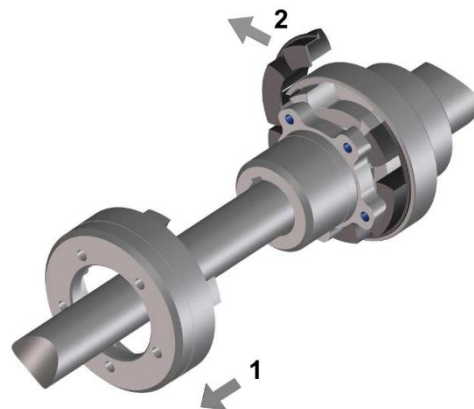

Bild 18
- ☐ Klauenring abschrauben und zurückschieben (Bild 18, Pos. 1).
- ☐ Zwischenring herausziehen (Bild 18, Pos. 2). An dem durchgeschnittenen Verbindungssteg beginnen.